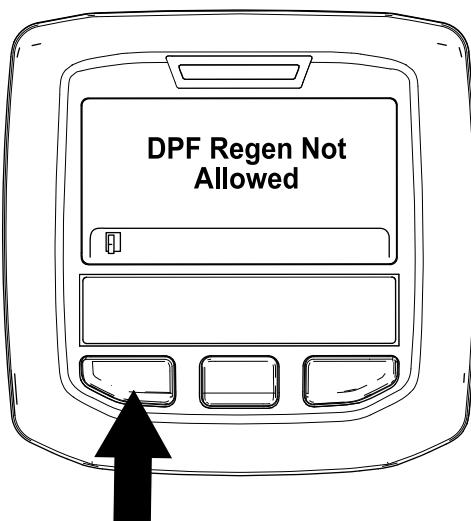

Figure 52
- Si le processus de régénération n'est pas autorisé par l'ordinateur du moteur, le message « DPF Regen Not Allowed » (régén. FAP non autorisée) s'affiche dans l'InfoCenter (Figure 52). Appuyez sur le bouton gauche pour quitter l'écran d'accueil.